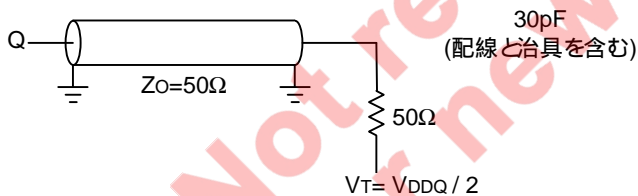

図.1 出力負荷
- 出力負荷 ..... 図.1
注 24 .テスト条件は、特に指定しない場合は図 1 に示す出力負荷を使用します。